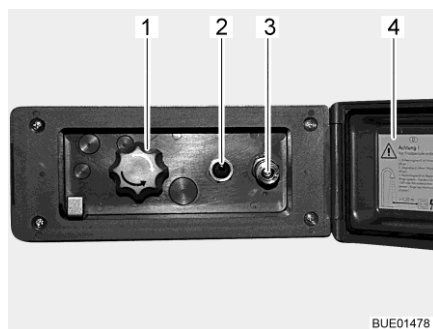

Bild 190 Duschanslutning utsida
- Lås upp och öppna locket (Bild 190,4).
- Anslut ytterduschens slang med snabbkopplingen (Bild 190,3).
- Koppla in vattenpumpen med brytaren (Bild 190,2).
- Ställ in vattentemperaturen enligt önskemål med vredet (Bild 190,1).
- Koppla ur vattenpumpen med brytaren (Bild 190,2).
- Stäng locket (Bild 190,4) och lås det med nyckeln.
- Ställ vredet (Bild 190,1) på mittläget.